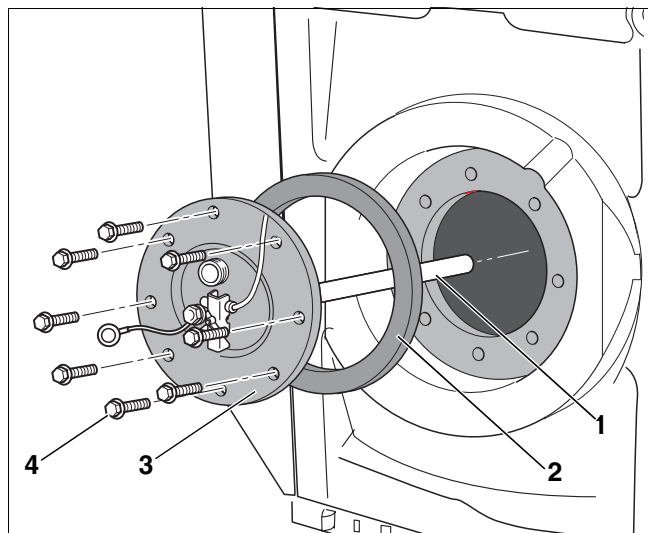

Рис. 15 Демонтаж крышки люка
- Вывернуть болты (рис. 15, поз. 4) из крышки люка (рис. 15, поз. 3).
- Снять с бака крышку люка вместе с магниевым анодом (рис. 15, поз. 1) и уплотнением крышки люка (рис. 15, поз. 2).